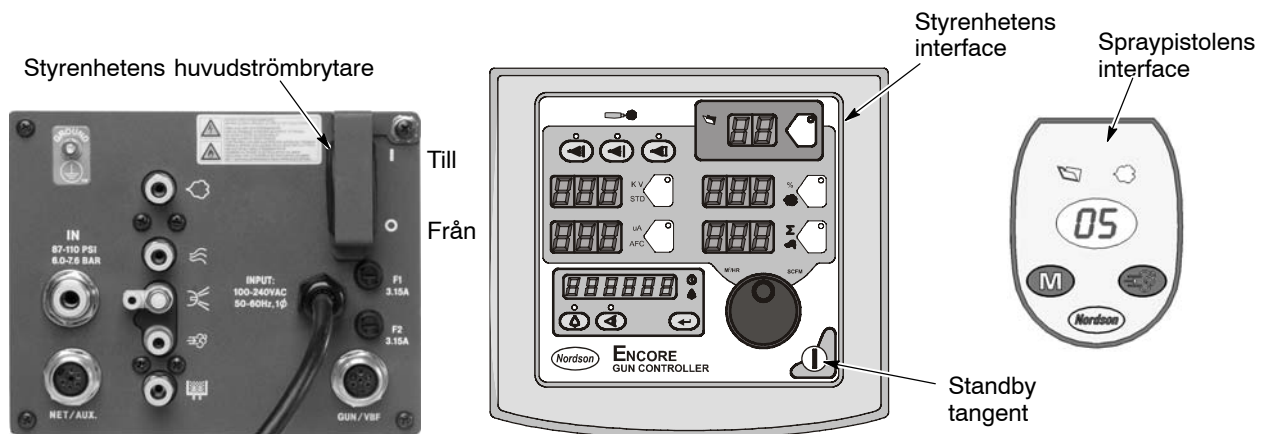

Bild 3-1 Systemets inställningsorgan
4. Se bild 3-1. Kontrollera att spraypistolen inte är triggad, och slå därefter till matningsspänningen till styrenheten. Displayerna och symbolerna på styrenhetens interface och pistol skall nu tändas.
Använd **Standby** tangenten som visas i bild 3-1 för att stänga av interfacet och deaktivera spraypistolen under produktionsuppehåll. När styrenhetens interface är avstängt kan inte pistolen triggas, och pistolinterfacet är deaktiverat.